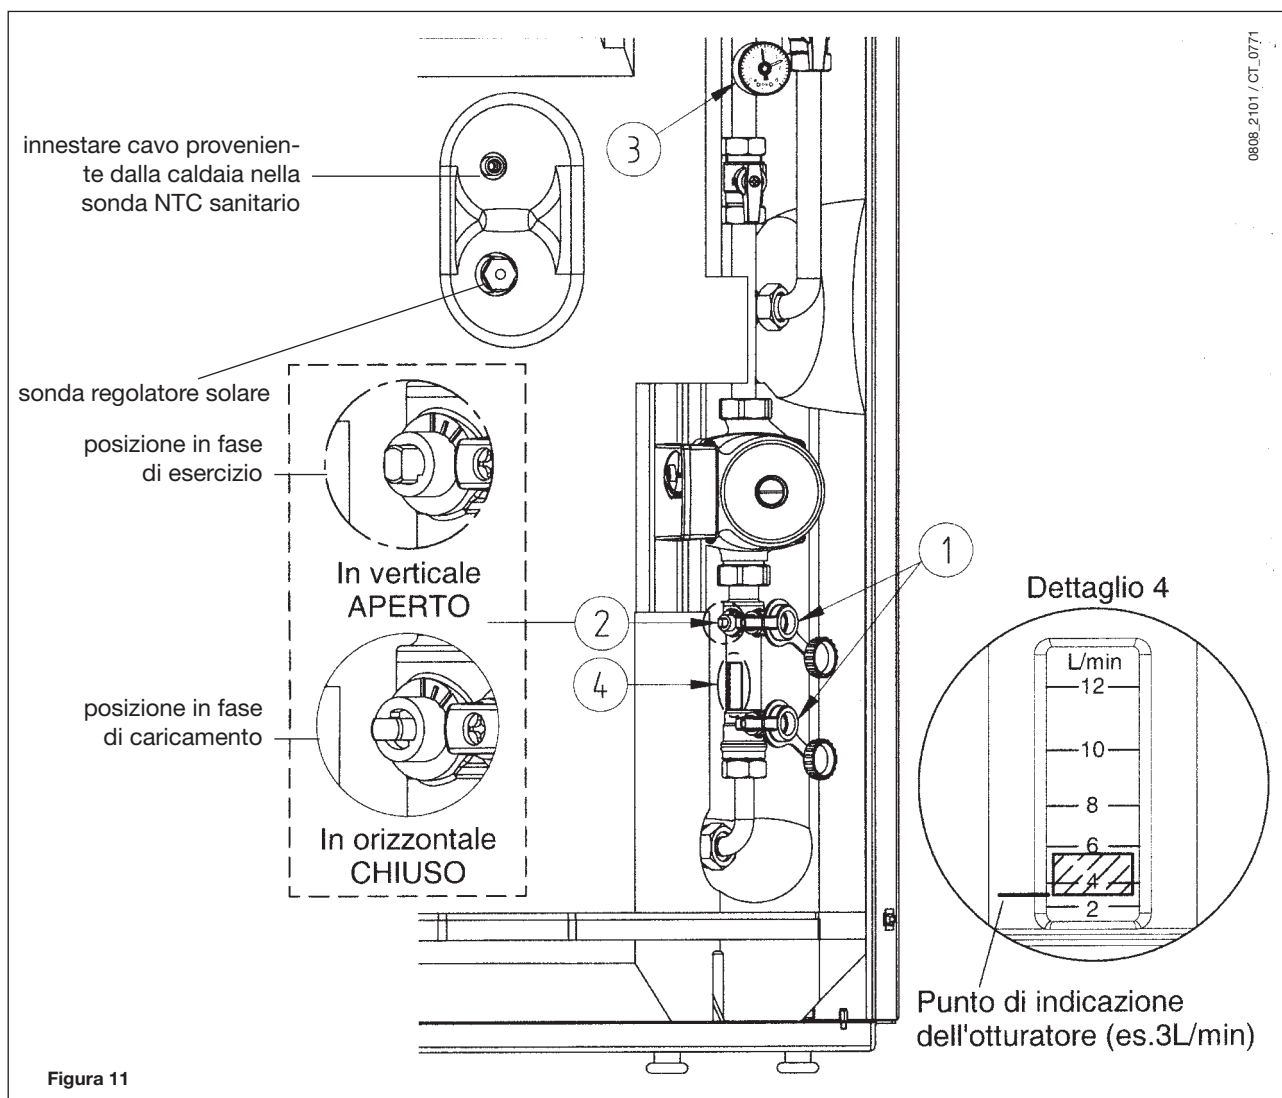

Figura 11
Verificare periodicamente che la pressione, letta sul manometro circuito solare (3 - figura 11) situato sulle destra del bollitore, ad impianto freddo sia di 2,5 bar.
E' possibile effettuare questa operazione agendo sui rubinetti di carico/scarico presenti sul gruppo caricamento/flussimetro accessibile rimuovendo la porta dell'unità bollitore (vedi figura 11).
- accedere alla morsettiera di alimentazione (figura 11);
- collegare i terminali del termostato ambiente sui morsetti (1) e (2);
Innestare il cavo uscente dalla morsettiera M2 (morsetti 5-6 – figura 16) alla sonda NTC presente sulla parte frontale del bollitore (figura 11).